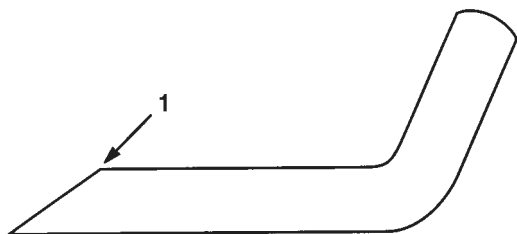

Fig. 20
3. Controllare il tagliente di ogni lama ed affilarlo se è smussato o scheggiato. Affilare soltanto la parte superiore del tagliente, e mantenere l'angolo di taglio originale per garantire l'affilatezza (Fig. 20). La lama rimane equilibrata se viene tolto lo stesso quantitativo di metallo da entrambi i taglienti.